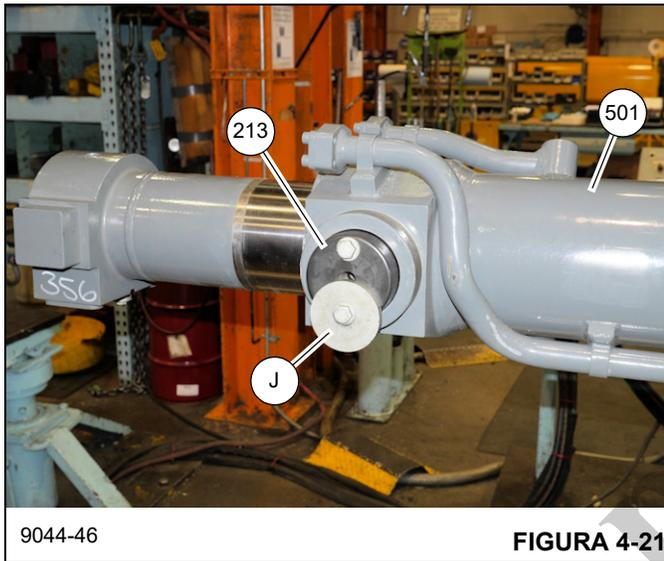

FIGURA 4-21
28. Retire el conjunto de manguera de engrase del agujero trasero de cada almohadilla de desgaste (304). Retire la tira de trinquete (N), los suplementos (317) y almohadi-
30. Instale los pasadores (213) y las arandelas grandes pesadas (J) a los lados derecho e izquierdo de los agujeros de orejeta inferiores del cilindro telescópico N.º 2 (501) (vea la Figura 4-21). Eleve levemente el cilindro